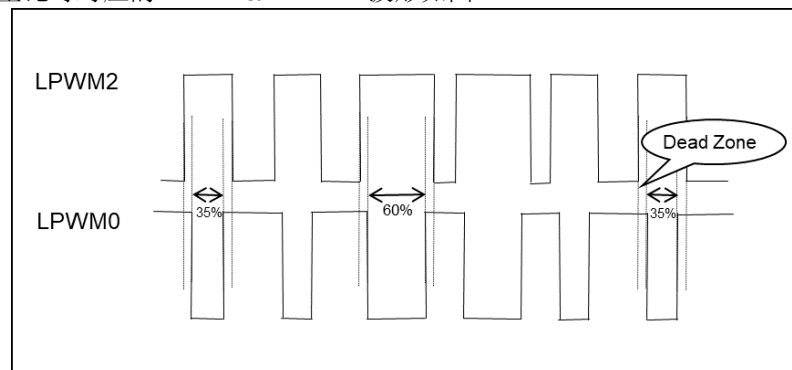

图 22: 两路互补 LPWM 波形
2. 切换占空比时对应的 LPWM0/LPWM2 波形如图 22。